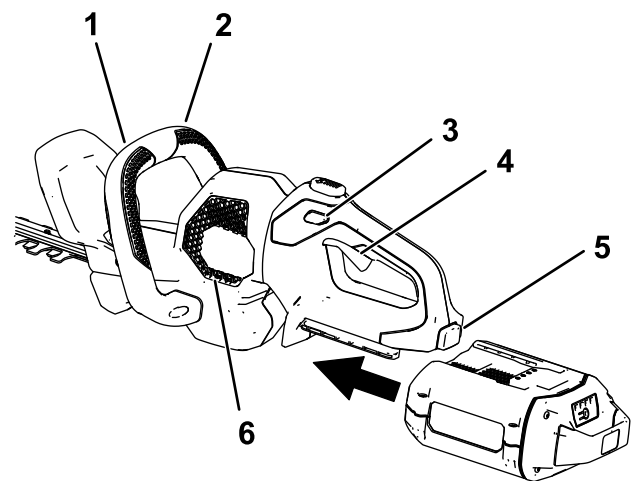

Figure 5
3. Alignez le creux de la batterie sur la languette dans le corps de la poignée, saisissez la poignée et poussez la batterie dans la poignée jusqu'à ce que le verrou s'enclenche en position (Figure 5).
- Placez une main sur la poignée d'actionnement. Placez l'autre main sur la poignée auxiliaire (Figure 5).
- Appuyez sur le commutateur de verrouillage puis serrez la poignée d'actionnement tout en actionnant le commutateur de poignée auxiliaire pour mettre le taille-haie en marche (Figure 5).
Le taille-haie reste en marche tant que vous appuyez sur le commutateur de poignée auxiliaire et la gâchette. Vous pouvez relâcher le commutateur de verrouillage lorsque le taille-haie est en marche. Figure 5
Pour arrêter le taille-haie, relâchez la gâchette, l'interrupteur de la poignée auxiliaire, ou les deux (Figure 5). Attendez au moins 5 secondes l'arrêt complet de la lame.